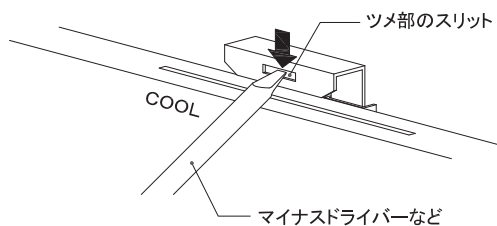

図12 ツメのおろし方①
- ツメをおろす際は、ツメ部のスリットにマイナスドライバーなどを引っ掛けて、ある程度ツメをおろした後、ツメの上面を押さえて最後までおろしてください。(図12、13参照)